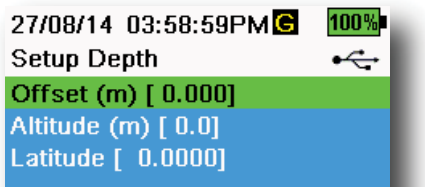

Abbildung 28 Setup der Tiefe
**Versatz Tiefe:** Der Tiefenversatz kann bei der Referenzierung der Wasserhöhe zu einer bekannten Größe verwendet werden. Wenn ein Tiefenversatz (in Meter) eingegeben wird, wird die Ausgangsgröße um den Versatzwert verschoben. (Abbildung 28).